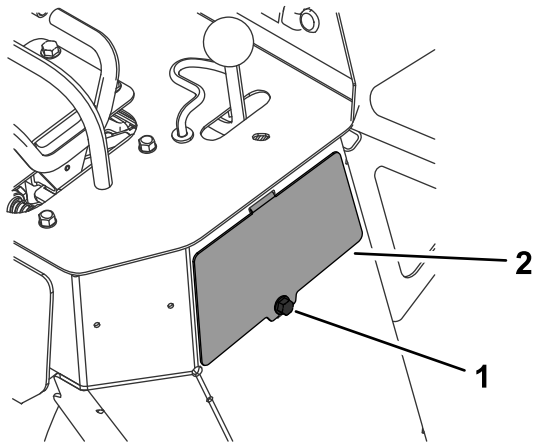

Figura 52
3. Rimuovete il bullone e il pannello di accesso sul lato destro della macchina (Figura 52).
5. Montate il pannello di accesso e fissatelo con il bullone (Figura 52).